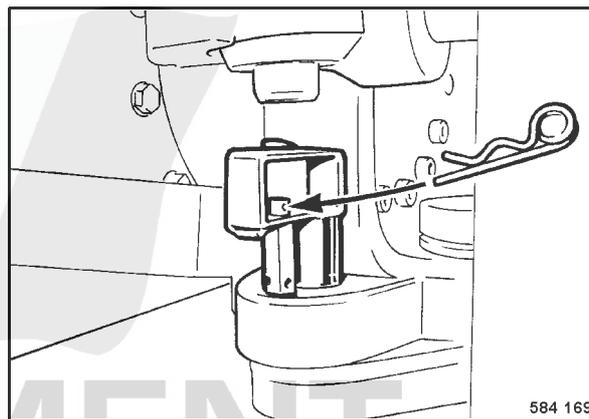

fig. 117
- Retirer l'agrafe de sécurité (fig. 117).